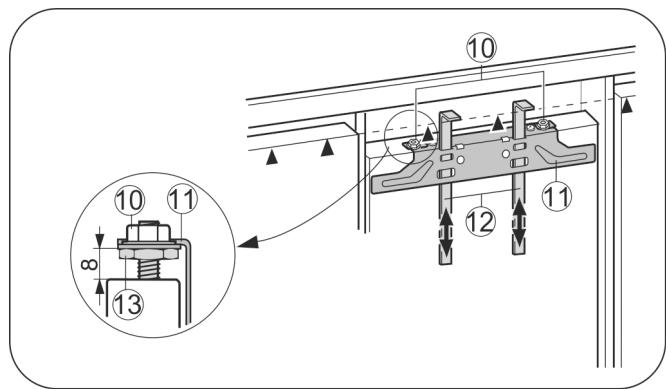

Fig. 28
- ▶ Montagehilfen Fig. 28 (12) auf Möbeltürhöhe hochschieben. Untere Anschlagskante ▲ der Montagehilfe = Oberkante der zu montierenden Möbeltür.
- ▶ Befestigungstraverse Fig. 28 (11) über die Kontermuttern Fig. 28 (10) abschrauben.